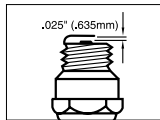

Fig. 7
1. Abertura de bujía = .635mm (.025 pulgadas) (Fig. 7).